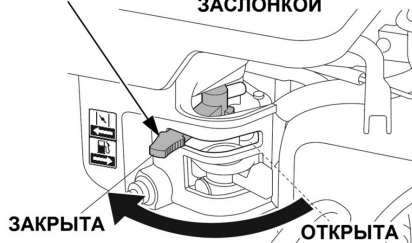

Рис. 12 Рычаг управления воздушной заслонкой
2. Закройте воздушную заслонку карбюратора. Для этого переведите рычаг в крайнее левое положение (Рис. 12). Если двигатель теплый, воздушную заслонку не закрывать.